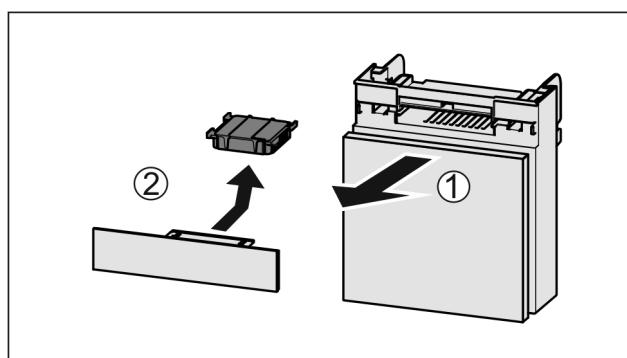

Fig. 75
- Издърпайте Fig. 75 (1) напред отделението.
- Извадете Fig. 75 (2) филтъра с активен въглен.